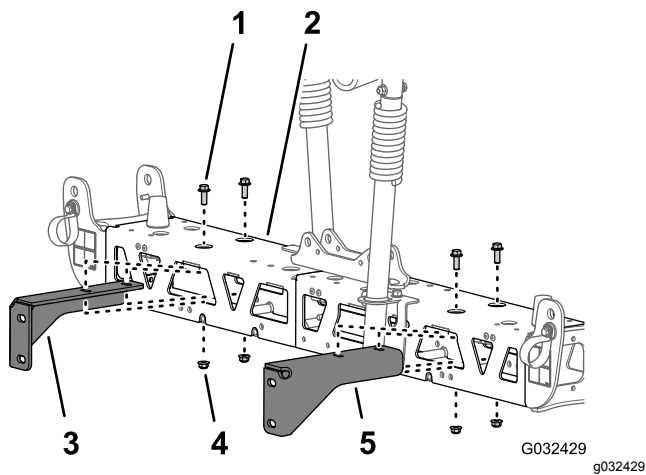

Bild 49
2. Entfernen Sie die zwei Bundkopfschrauben (3/8" x 1") und die zwei Sicherungsbundmutter (3/8"), mit denen die Stützhalterung am mittleren Sprühabschnitt befestigt ist, und nehmen die Halterung ab (Bild 49).
3. Entfernen Sie die zwei Bundkopfschrauben (3/8" x 1") und die zwei Sicherungsbundmutter (3/8"), mit denen die andere Stützhalterung am mittleren Sprühabschnitt befestigt ist, und nehmen die Halterung ab (Bild 49).